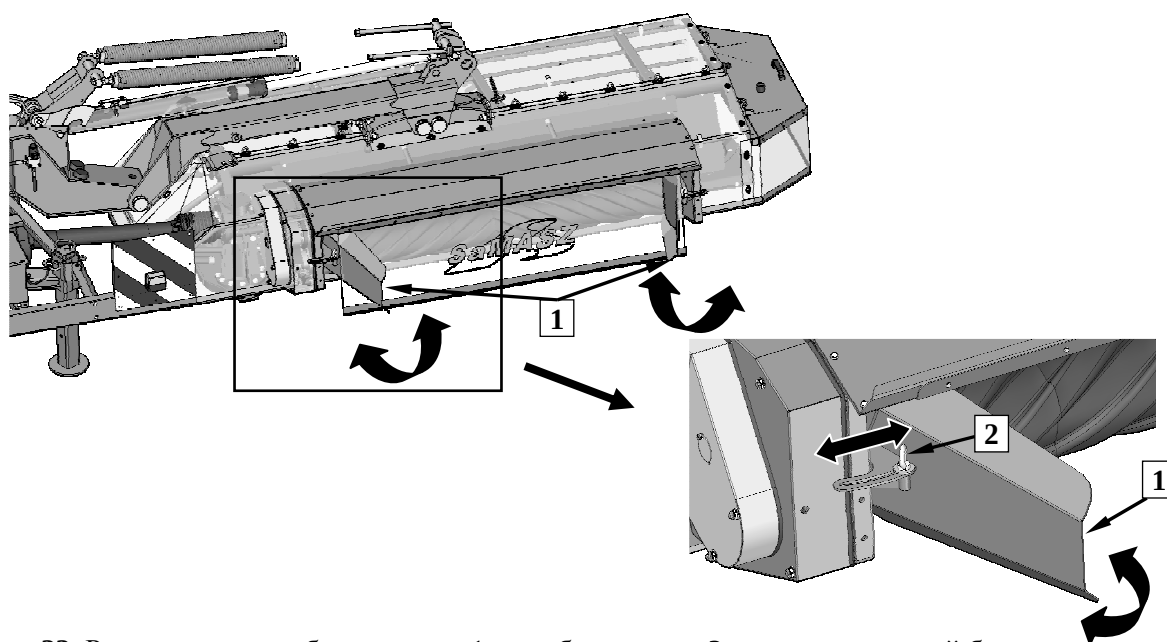

Рис. 33. Регулировка скребков покоса: 1- скребок покоса, 2 – регулировочный болт
С целью установки ширины покоса следует совершить регулировку скребков покоса (1) (Рис. 33) (касается: KDD 860 W (H), KDD 940 W (H), KDD 860 W T (H), KDD 940 W T (H)):
- ❑ травить болт с петлей (2) скребка покоса,
- ❑ установить скребок покоса (1) в зависимости от требования,
- ❑ докрутить болт (2).